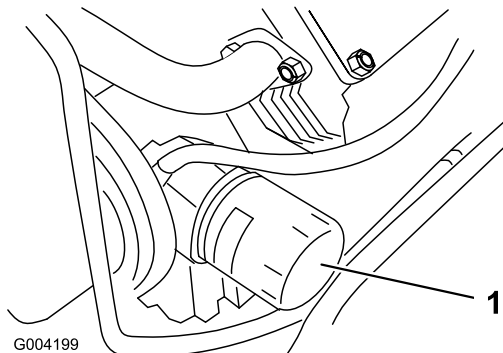

Figura 33
3. Retire el filtro usado (Figura 33) y limpie con un paño la superficie de la junta del adaptador del filtro.